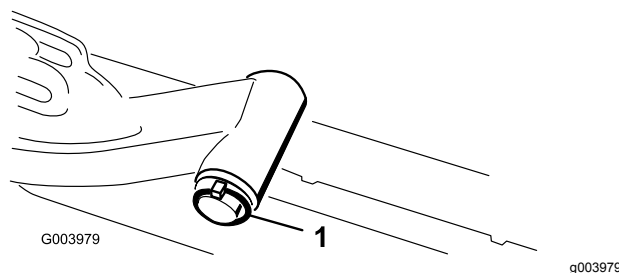

Bild 18
- A. Nehmen Sie den Klappstecker und die Scheibe ab, mit denen die Gelenkwelle des Hubarms am Hubarm befestigt ist. Schieben Sie die Gelenkwelle des Hubarms aus dem Hubarm (Bild 18).
C. Setzen Sie die Hubarmwelle in den Hubarm ein und befestigen sie mit der Scheibe und dem Klappstecker (Bild 18).